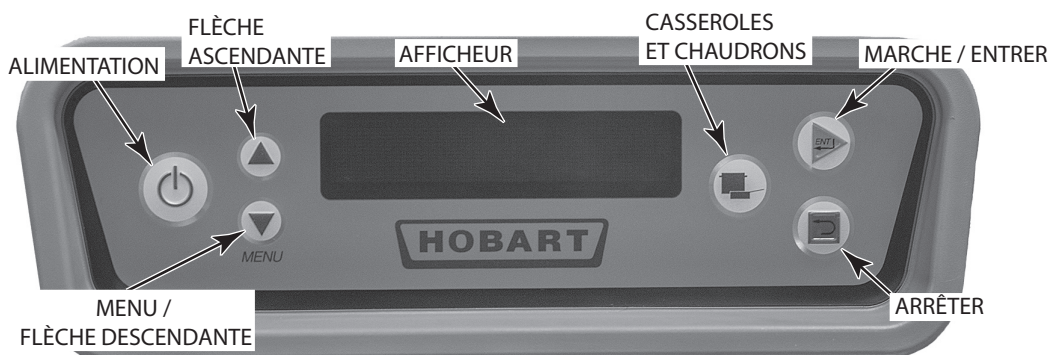

Fig. 30
Le poste de commande est monté sur le dessus de l'appareil. Le clavier et l'afficheur sont situés à l'avant du poste de commande (Fig. 30).
Fermer toutes les portes. Pour démarrer le remplissage quand l'appareil est prêt, appuyer sur la touche ALIMENTATION [POWER] (Fig. 30).
5. Appuyer sur la touche ALIMENTATION [POWER] (Fig. 30). Le lave-vaisselle se remplit automatiquement (voir Remplissage du lave-vaisselle ci-haut). Une fois la cuve remplie, le brûleur s'allume si le chauffage est requis. Le système d'allumage prévoit une période de pré purge de 15 secondes avant d'effectuer l'allumage.
6. Si l'appareil ne fonctionne pas, appuyer sur la touche ALIMENTATION [POWER] (Fig. 30) et fermer le robinet du gaz. Communiquer avec le Service de l'entretien Hobart le plus près ou avec le fournisseur de gaz.
Lorsque le lave-vaisselle est rempli, faire démarrer les pompes en appuyant sur la touche MARCHE/SAISIR [START/ENTER] (Fig. 30) ou en insérant un panier dans l'appareil.
Le dispositif d'arrêt momentané du convoyeur (standard) permet à l'utilisateur d'immobiliser le convoyeur de manière à laver plus longtemps la vaisselle encrassée. Appuyer sur la FLÈCHE DESCENDANTE située sur le clavier (Fig. 30) jusqu'à ce que le symbole < apparaisse à gauche du dispositif d'arrêt momentané du convoyeur. Lorsque le panier à vaisselle atteint la zone de lavage, appuyer sur la touche MARCHE/ENTRER située sur le clavier (Fig. 30) pour arrêter le convoyeur momentanément. Pour redémarrer le convoyeur, appuyer sur la touche MARCHE/ENTRER située sur le clavier (Fig. 30).
Un mécanisme contre les surcharges permet l'arrêt du moteur du convoyeur en cas de blocage des paniers ou de charges excessives et l'afficheur indique 'Dégager le convoyeur'. Ouvrir les portes et dégager le blocage puis refermer les portes et appuyer sur la touche MARCHE / SAISIR pour remettre l'appareil en marche (Fig. 30).
Quand le lave-vaisselle fonctionne, toutes les températures apparaissent sur l'afficheur (Fig. 30). L'afficheur indique - - - pour la température de rinçage jusqu'à ce qu'un panier soit dans la zone de rinçage; alors la température de rinçage est affichée. Une fois la vaisselle sortie de la zone de rinçage, l'affichage de la température de rinçage final revient à - - -.
La fonction Mode casseroles et chaudrons, standard sur tous les modèles CLeN, permet à l'utilisateur de laver les casseroles et chaudrons encrassés en indexant les paniers au moyen des deux zones de lavage préréglées à une durée précise. Les temps de lavage peuvent être ajustés dans le menu Paramètres, voir page 36. Appuyer sur la touche CASSEROLES ET CHAUDRONS située sur le clavier (Fig. 30) afin d'activer ce mode. Insérer le panier dans le lave-vaisselle. Chaque casier sera indexé deux fois à travers la zone de lavage en fonction de l'heure prédéfinie. L'appareil reviendra au fonctionnement normal si l'utilisateur appuie sur la touche CASSEROLES ET CHAUDRONS ou sur la touche ARRÊT, ou si le temps du programme automatique est écoulé.
Conçue pour économiser l'électricité, la minuterie entame un compte à rebours si aucun panier n'est introduit dans le lave-vaisselle, qui, une fois terminé, entraîne l'arrêt des moteurs des pompes et du convoyeur. Le chauffage se poursuit dans les cuves et les températures sont affichées à l'écran. Pour reprendre le fonctionnement normal du lave-vaisselle, y insérer un panier ou appuyer sur la touche MARCHÉ / SAISIR (Fig. 30).
1. Appuyer sur la touche ALIMENTATION (Fig. 30) pour éteindre le lave-vaisselle.